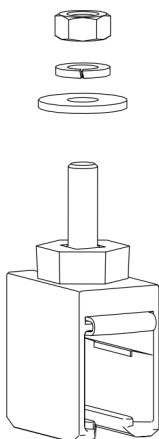

Abb. 57: Verschraubungen vom Schienenhalter lösen
- Die Verschraubung mit Sechskantmutter und Unterlegscheiben vom Schienenhalter lösen (siehe Abb. 57).